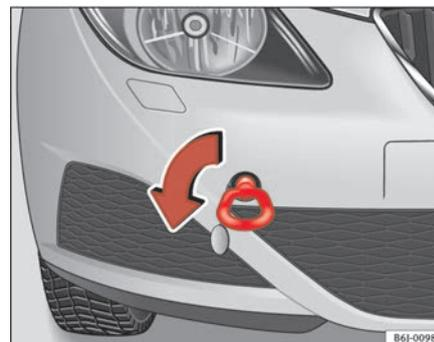

Fig. 152 Atornillado de la argolla de remolque en la parte delantera del vehículo
- Atornille la argolla hasta el tope hacia la *izquierda*, en el sentido que indica la flecha ⇒ página 235, fig. 152. ■